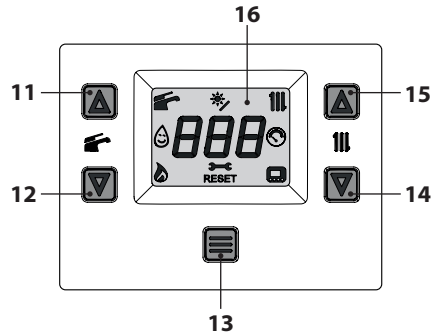
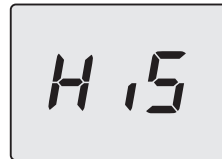
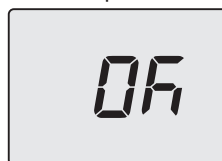

Figura 5.47
Figura 5.48
Figura 5.53
- Entrare in "modalità programmazione" premendo contemporaneamente per 5 secondi i tasti 12 e 14 (Figura 5.47) fino a far apparire sul display LCD le lettere **HiS** che indicano il menu "Storico delle caldaia" (Figura 5.48).
- Premere per 1 sec. il tasto 13 (Figura 5.47) per entrare nel parametro selezionato. Il display visualizzerà quanto segue (Figura 5.51).
- Premendo il tasto 13 (Figura 5.47) si ottiene la conferma del valore inserito. Il display visualizzerà per 5 sec. quanto segue (Figura 5.53) poi, si porterà al livello superiore.
- Premendo contemporaneamente i tasti 12 e 14 (Figura 5.47) si esce senza modificare il valore (ritorno al livello precedente).
- tenere premuti contemporaneamente i tasti 12 e 14 per 5 sec. (Figura 5.47) (ritorno al livello precedente).